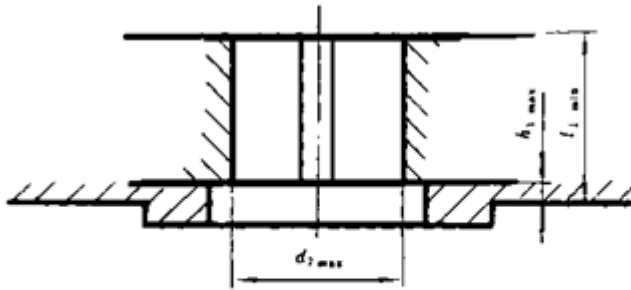

图 2
6.1 阀杆为键连接的驱动件尺寸按图 2 和表 3 的规定。